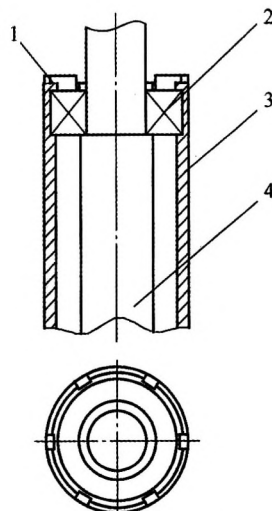

图6 管柱上轴承示意图
(2) 管柱上轴承松动 上轴承是用管柱筒端面局部压铆折弯安装、固定在管柱筒内孔中的(见图6)，支撑转向轴做旋转运动。若压铆折弯时未压紧轴承，使上轴承与管柱筒之间有间隙，将造成转向轴沿轴向窜动。表现为车辆在石块路行驶时，方向盘会以较高频率振动，发出异响。安装上轴承，压铆折弯管柱筒端面时，保证上轴承外圈两侧与管柱筒零间隙，可避免此类异响。